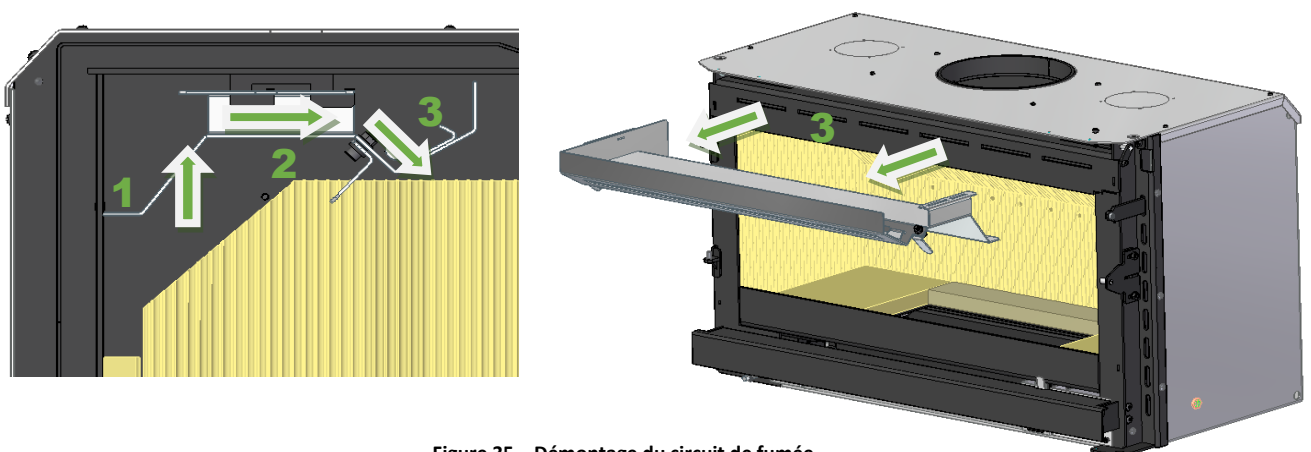

Figure 35 – Démontage du circuit de fumée
2. Retirez le canal de fumée (B) en le poussant vers le haut du récupérateur (1). Déplacez ensuite le canal de fumée vers l'avant (2), il se détache et retirez-le en le faisant glisser vers le bas (3), Figure 35.